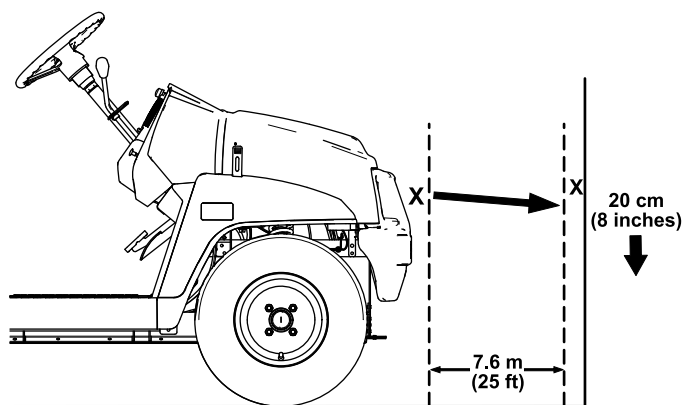

Figure 51
1. Garez la machine sur une surface plane et horizontale avec les phares à environ 7,6 m (25 pi) devant un mur (Figure 51).
La partie la plus brillante du faisceau doit se trouver 20 cm (8 po) en dessous du repère que vous avez fait sur le mur (Figure 51).